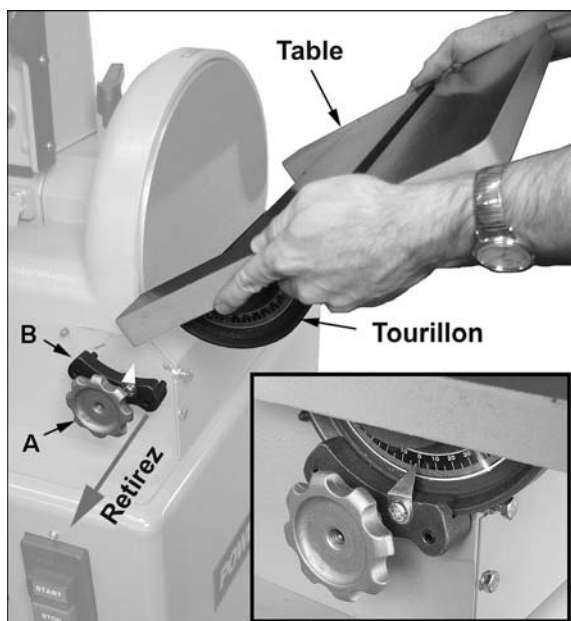

Figure 11
Reférez-vous à la figure 11 :
1. Des deux côtés du corps de la ponceuse, desserrez les *roues de verrouillage* (A) et sortez les *supports du tourillon* (B) le plus loin possible pour favoriser le jeu entre les supports du tourillon et le corps de la ponceuse.
2. Installez la table en faisant coulisser les tourillons de la table dans les fentes des supports du tourillon. Voir l'incrustedé de la Figure 11. Faites attention à ne pas endommager le pointeur de l'angle sur le support du tourillon gauche.
3. Faites coulisser les *supports du tourillon* (B) pour le remettre en place et resserrez les *roues de verrouillage* (A).